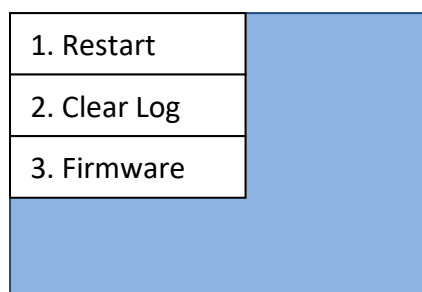

Figura 28 - Schermata manutenzione
- 3) Selezionare 'Clear log' dalla schermata in Figura 28, per cancellare la lista eventi sul dispositivo. Confermare nella schermata in per effettuare la cancellazione.
- 4) Selezionare '3. Firmware' dalla schermata in Figura 28, per visionare la versione software del dispositivo.